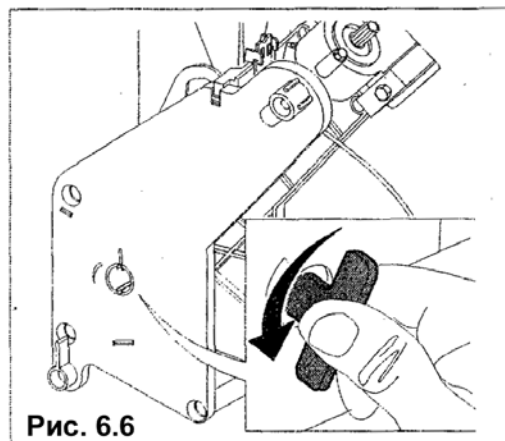

Рис. 6.6
- Удалите все остатки порошка кофе; для облегчения задачи элементы можно вынуть из их корпусов (рис. 6.6)